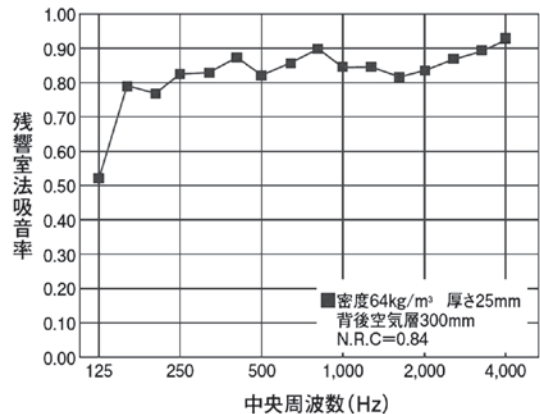

図4 残響室吸音率データ
2.2.1 F-GP 化粧ガラス不織布貼り(写真14, 図4)